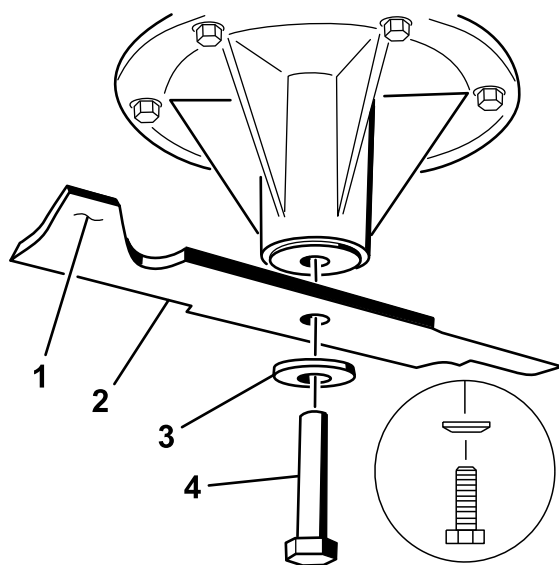

Figura 115
2. Togliete il bullone sinistro e centrale, la rondella curva e la lama dall'asse del fusello (Figura 115).
3. Togliete il bullone destro (bullone con filettatura a sinistra), la rondella curva e la lama dall'asse del fusello (Figura 115).
1. Installate la lama sinistra e centrale, le rondelle curve e i bulloni della lama sugli assi del fusello (Figura 115 e Figura 116).
Nota: Rivoltate la parte sporgente della rondella curva in verso la testa del bullone (Figura 115).
2. Installate la lama destra, la rondella curva e il bullone della lama (bullone con filettatura a sinistra) sull'asse del fusello (Figura 115 e Figura 116).